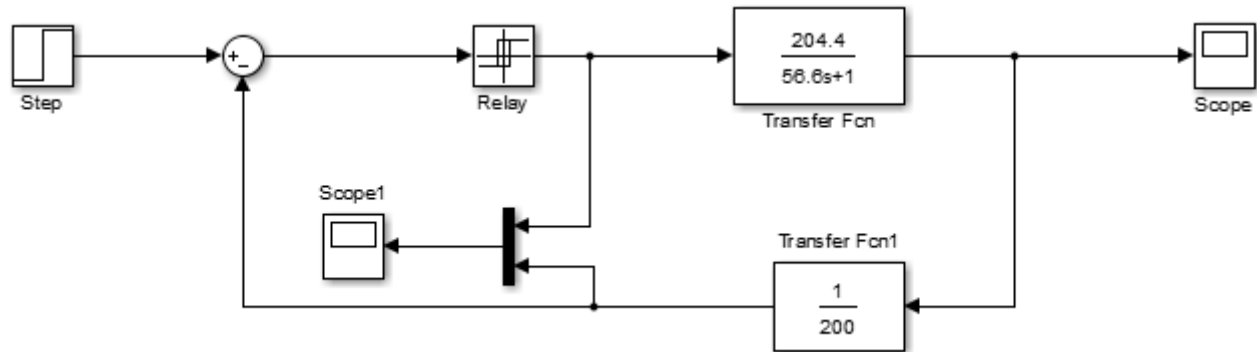

Figura 8.4. Diagrama de bloques de un sistema de control de presión de líquido.
2. Cree un nuevo modelo ("File" -> "new" -> "Model") con el sistema que se muestra en la Figura 8.4. En la Tabla 8.1 se muestran las librerías donde están los elementos del sistema.
Tabla 8.1. Librerías donde se encuentran los elementos del circuito de la Figura 8.4.
*Nota: En el sistema de la Figura 8.4, el bloque "Relay" representa un controlador on-off con histéresis, el módulo "Transfer Fcn" representa el modelo matemático de un tanque de primer orden, el módulo "Transfer Fcn1" representa al transductor con una relación de 200Pa/V, "Step" representa el valor de referencia en voltios aplicado con una función escalón; los "Scopes" son instrumentos para visualizar la respuesta del sistema, "Scope" muestra el resultado en Pascales y "Scope1" con ayuda de un "mux" permite ver en la misma gráfica la respuesta de la planta en voltios junto con la salida del controlador.*